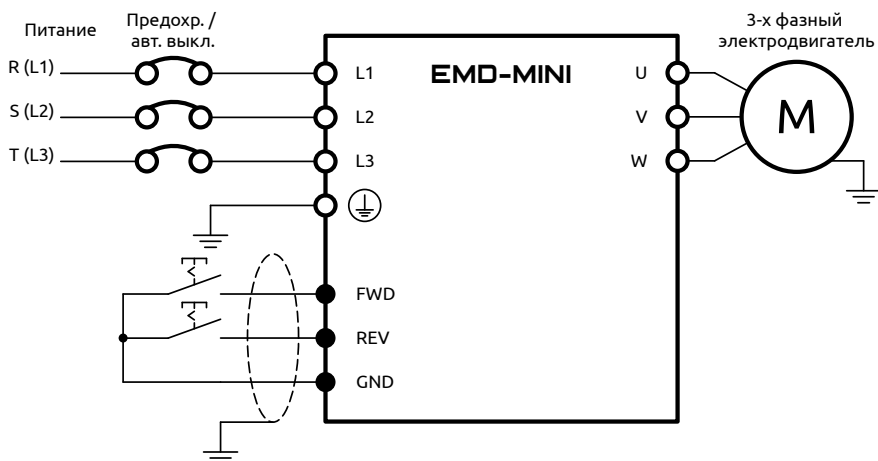

Рисунок 29 – Применение дискретных входов для пуска и останова ПЧ (контакты с фиксацией)
- 1) Двухпроводная схема подключения. Используются контакты с фиксацией (см. рисунок 29)